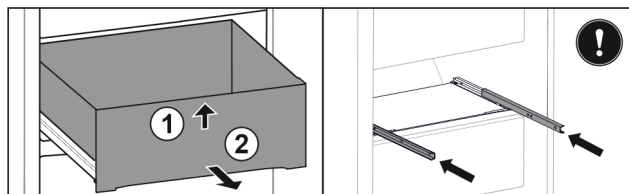

Fig. 134
- Løft skuffen foran. Fig. 134 (1)
- Ta ut skuffen framover. Fig. 134 (2)